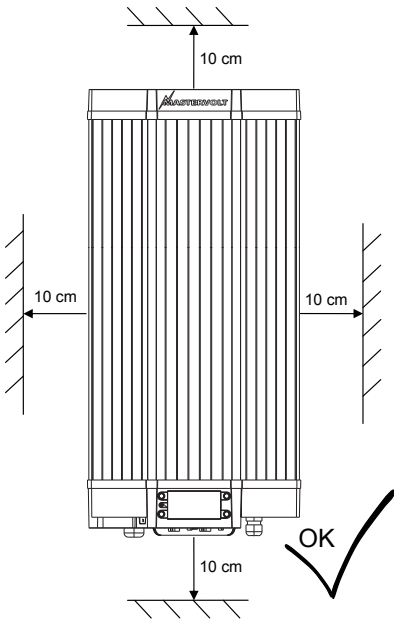

Figure 3
- Aucun objet ne doit être placé à une distance de 10 cm autour de l'appareil (voir Figure 3).